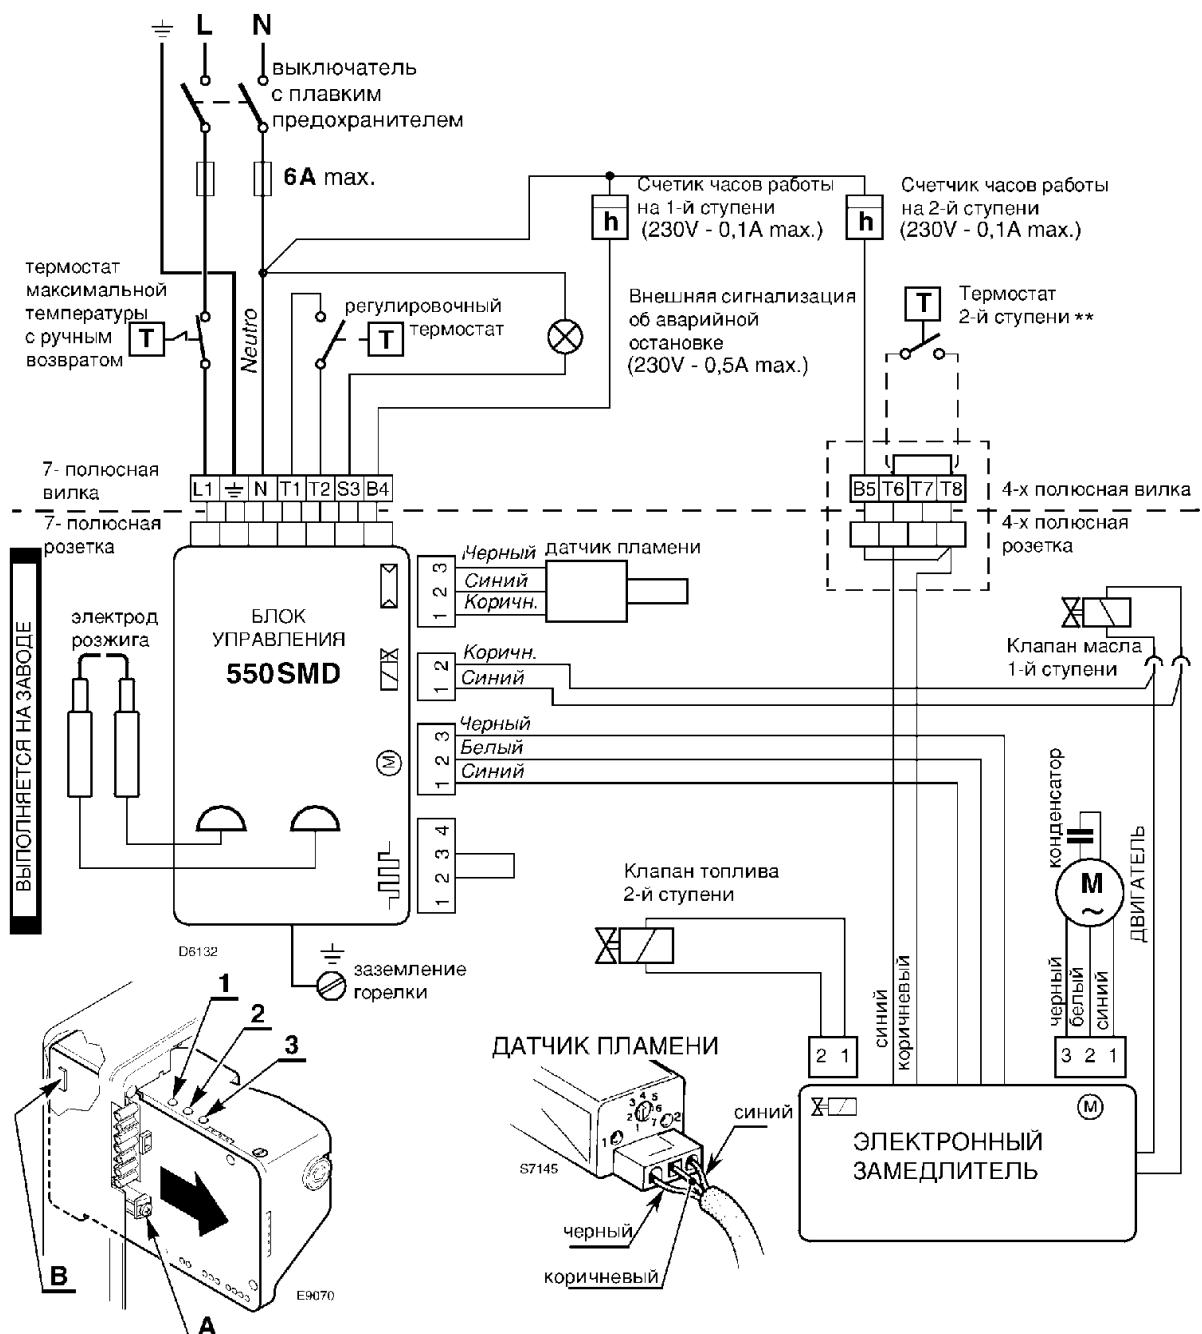

Рис. 11
➤ Для того, чтобы снять с горелки автомат горения, ослабьте винт (A, рис. 11) и, отсоединив все компоненты, потяните в направлении стрелки 7-штырьковую вилку с проводом заземления. При установке на место завинтите винт (A) с моментом силы 1 – 1,2 Н·м.
➤ Если горелка устанавливается на генератор теплого воздуха, уберите на автомате горения перемычку B (рис. 11).